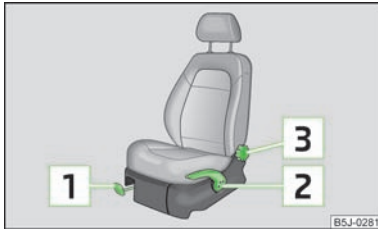

Abb. 33
- Den Hebel **1** » Abb. 33 nach oben ziehen und dabei den Sitz in die gewünschte Position schieben.
- Möchte man den Sitz anheben, den Hebel **2** » Abb. 33 nach oben ziehen bzw. pumpen.
- Die Sitzlehne entlasten (sich nicht anlehnen) und das Handrad **3** » Abb. 33 drehen, um die gewünschte Lehnenneigung einzustellen.